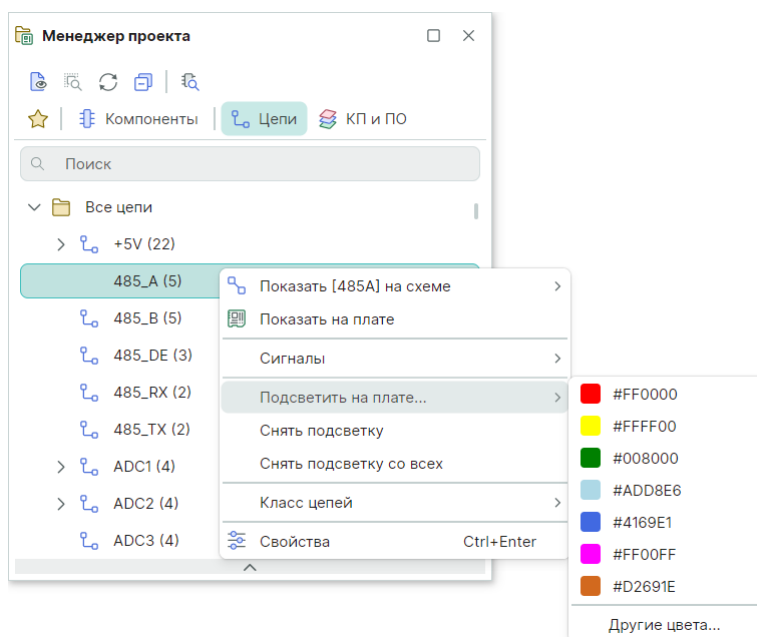

Рис. 484 Включение особого цвета отображения для цепи
1. Выберите цепь в «Менеджере проекта» и воспользуйтесь пунктом контекстного меню «Подсветить на плате», см. Рис. 484.